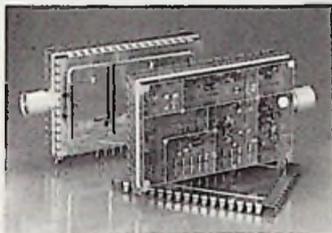

Bild 1: Universal-Fernsehtuner in SMD-Technologie
- Monolithisch integrierte VHF-Mischstufe mit Oszillator und ZF-OWF-Treiber (Bild 1).